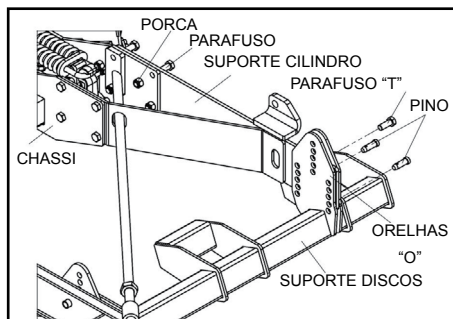

Figura 26
d) Coloque os parafusos e porcas de fixação do suporte cilindro e os pinos de regulagem de altura dos discos, nas orelhas "O" de regulagem do suporte, deixando-os igualmente regulados em relação ao cabeçalho (Figura 26).
e) Aplique os parafusos de travamento "T", nos 4 pontos de travamento do suporte dos discos, conforme indicado na (Figura 26).